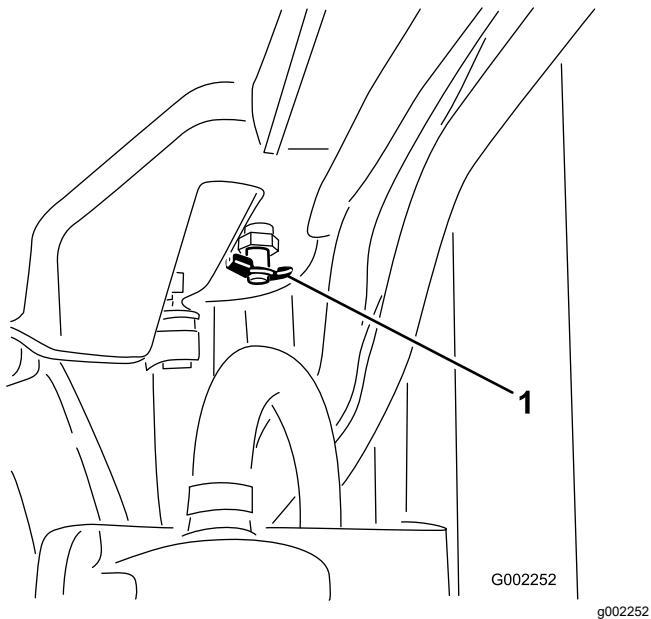

図 92
4. ドレンバルブを開いて冷却液を排出する図 92。
5. ドレンバルブを閉じる 図 92。